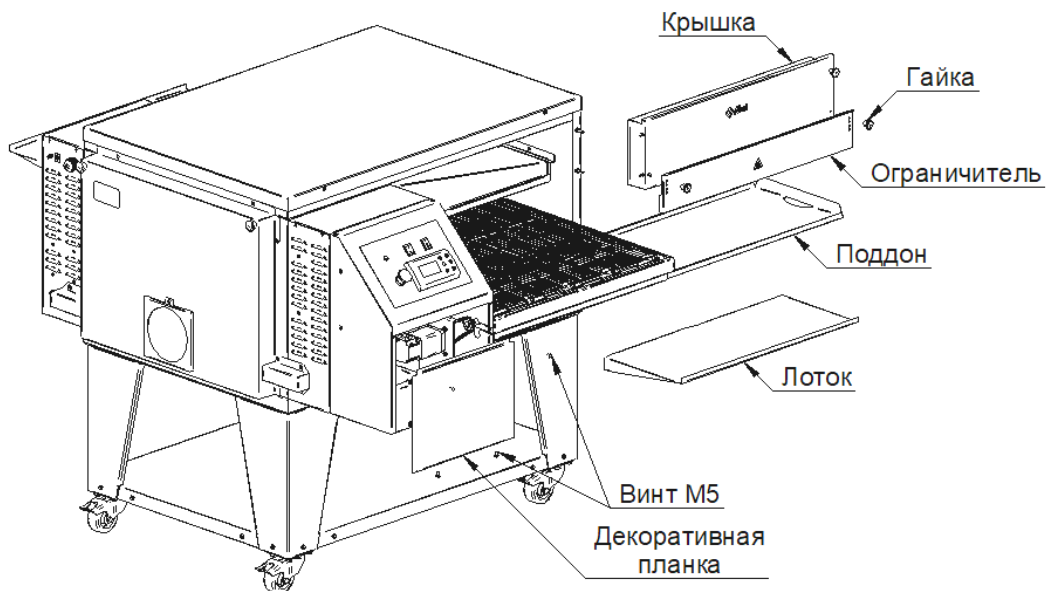

Рис. 10
1. Вынуть конвейер из корпуса изделия: для этого необходимо снять декоративную планку под панелью управления, открутив четыре винта М5. Снять лотки и поддоны с конвейера, крышки, ограничители с корпуса, открутив гайки М6 (см. Рис. 10).